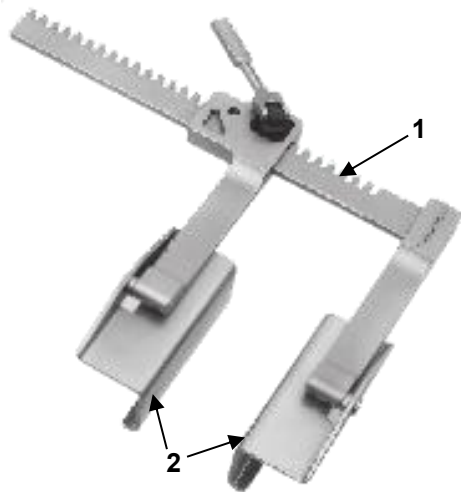

Fig. 2 : exemple pour une sternotomie totale
Les Figures 2 à 4 montrent différents exemples de configuration pour un système d'écarteur utilisant le cadre d'écarteur MARJAN MGH (1) et le Tableau 1 répertorie les lames correspondantes utilisées (2-5).